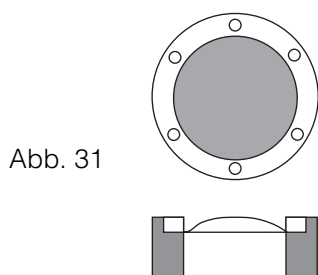
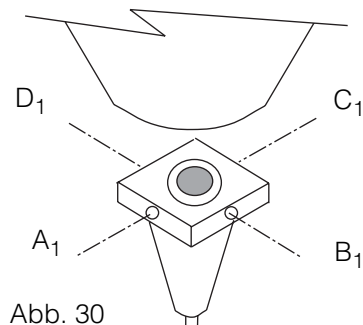

Abb. 31
Abb. 30
- 4 - Die Befestigungsschrauben der Linse A1 - B1 - C1 -D1 mit dem 2-mm-Inbusschlüssel lockern (Abb.30). Den Linsenträger (mit montierter Linse) abnehmen (Abb.31).